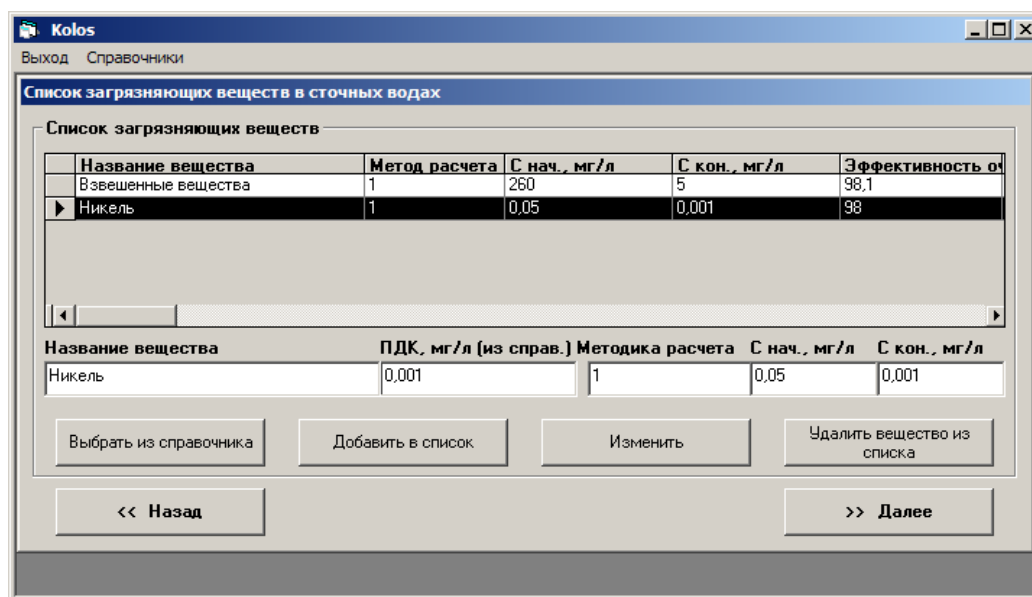

Рис. 9. Выбрали вещество из списка для удаления
- выбрать вещество в списке вредных веществ, для этого нажав мышью на сером поле напротив вещества так, чтобы черный треугольный курсор встал напротив вещества. Выбранная запись будет отражена в текстовом поле "Название вещества" (Рисунок 9);
Если мы хотим вернуться к списку загрязняющих веществ в сточных водах (Рисунок 9), то нажимаем "<< Назад".